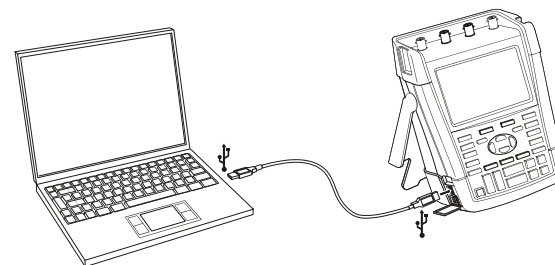

Figura 36. Collegamento al computer
- Utilizzare un cavo di interfaccia da USB-A a mini-USB-B per collegare un computer alla PORTA mini-USB dello strumento di misura (vedere la Figura 36).